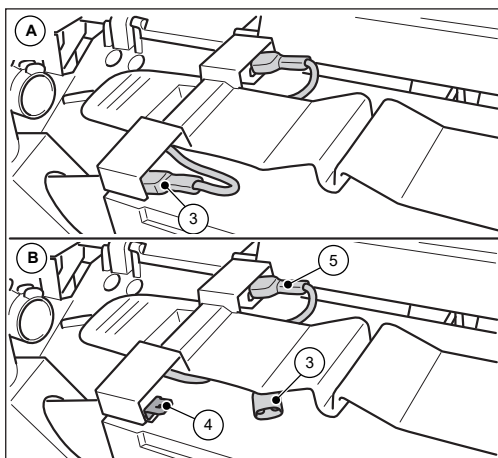

Fig. 24: Frakobl batterikablet
3. Frakobl det blå batterikabel (3) fra batteriets stiklaske (4).
- » Sørg for, at det blå batterikabel (3) ikke påvirkes af eksterne faktorer, som f.eks. enhedens bevægelse kan skabe uønsket kontakt med stiklasken (4) (se fig. 24, billede B).
- » Det røde batterikabel (5) forbliver tilsluttet.
4. Luk hætten (2) og lås den ved hjælp af laskerne (1).